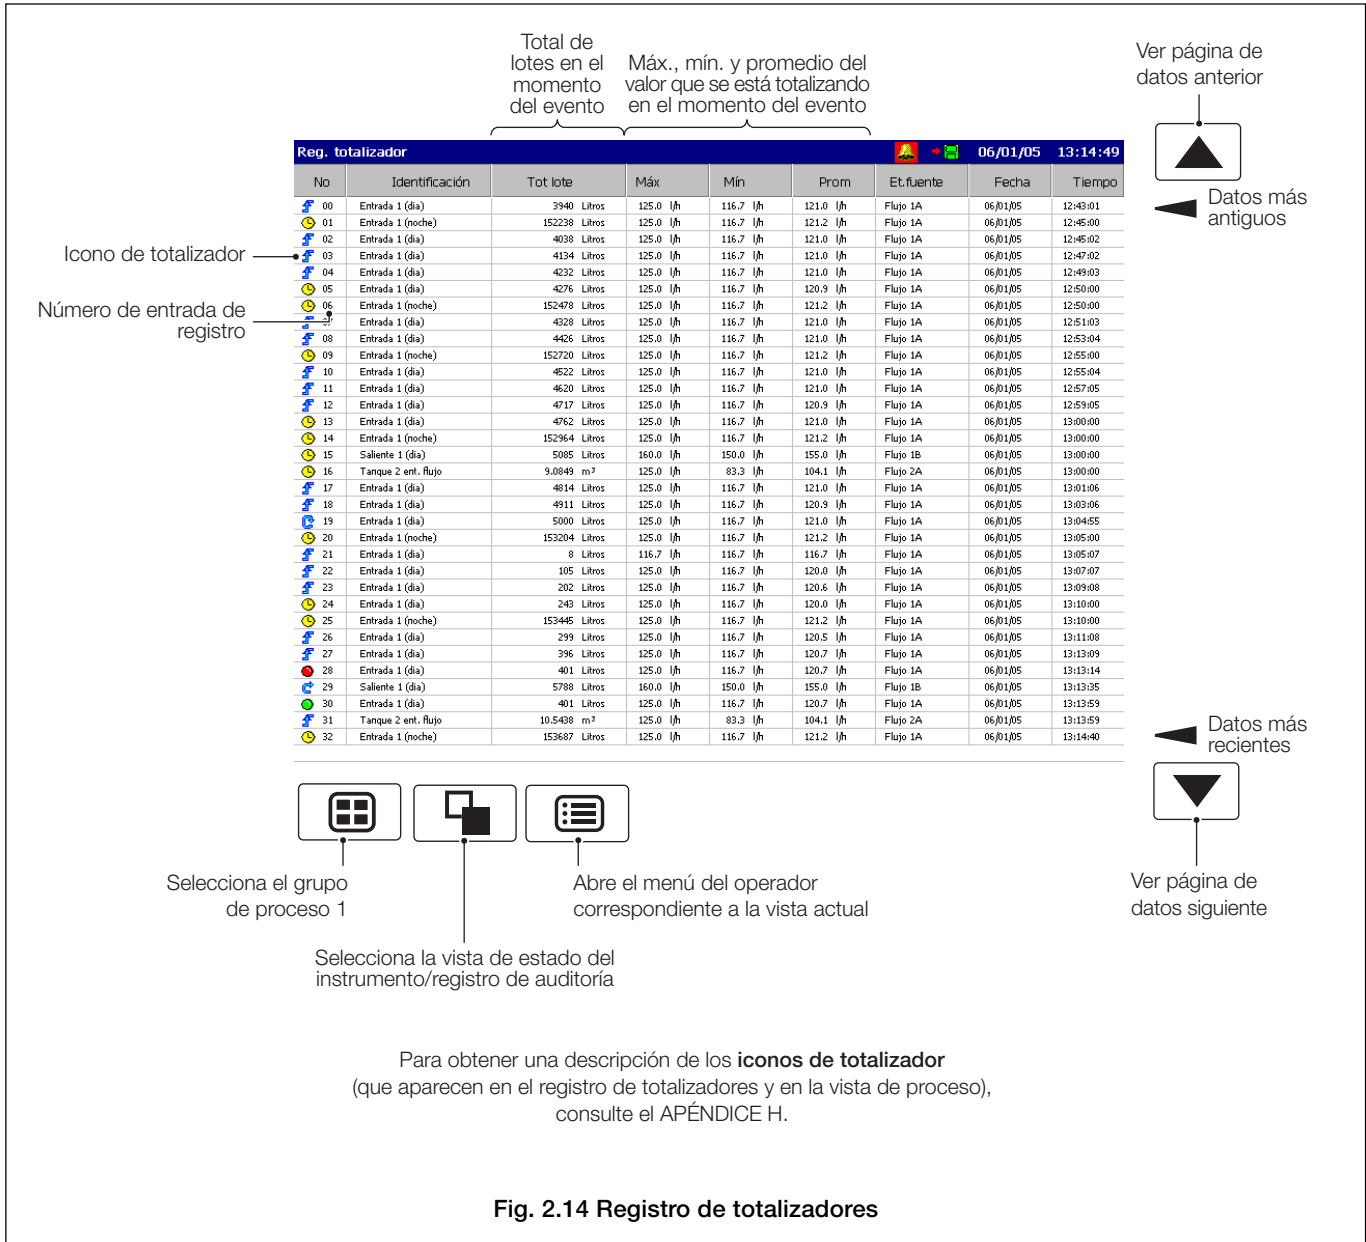

Fig. 2.14 Registro de totalizadores
2.10 Registro de totalizadores (Fig. 2.14)